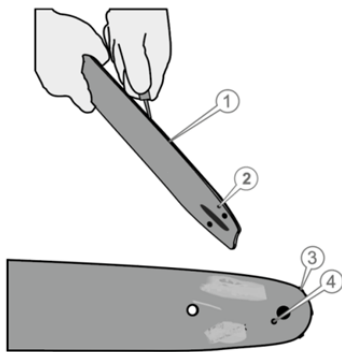

Рисунок 9. Схема обслуговування шини.
6.3 Обслуговування різального блока (шини, веденої зірочки, ланцюга) (рис. 9).